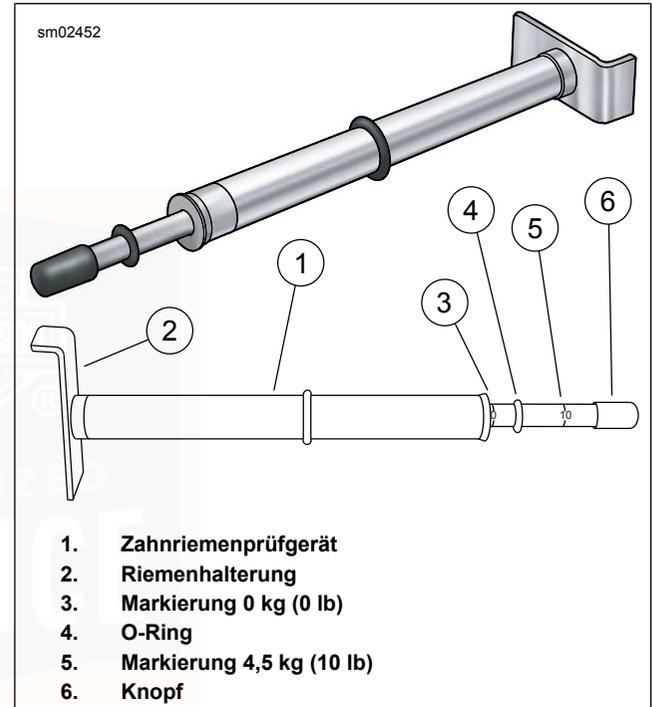

Abbildung 49. Zahnriemenprüfgerät
3. Siehe Abbildung 49. Messung der Riemendurchbiegung mit ZAHNRIEMENPRÜFGERÄT (TEILE-NR.: HD-35381-A):
- a. Den O-Ring (4) zur Null-Markierung (3) schieben.
- b. **Modelle mit Rahmendurchbiegungs-Sichtfenster:** Die Riemenhalterung (2) in einer Linie mit dem Riemendurchbiegungs-Sichtfenster an den unteren Teil des Antriebsriemens anlegen.
- c. **Alle anderen Modelle:** Die Riemenhalterung (2) gegen die Unterseite des Antriebsriemens auf halbem Wege zwischen den Antriebsriemensscheiben anordnen.
- d. Den Knopf (6) nach oben drücken, bis der O-Ring nach unten auf die Markierung 4,54 kg (10 lb) (5) rutscht; dort festhalten.